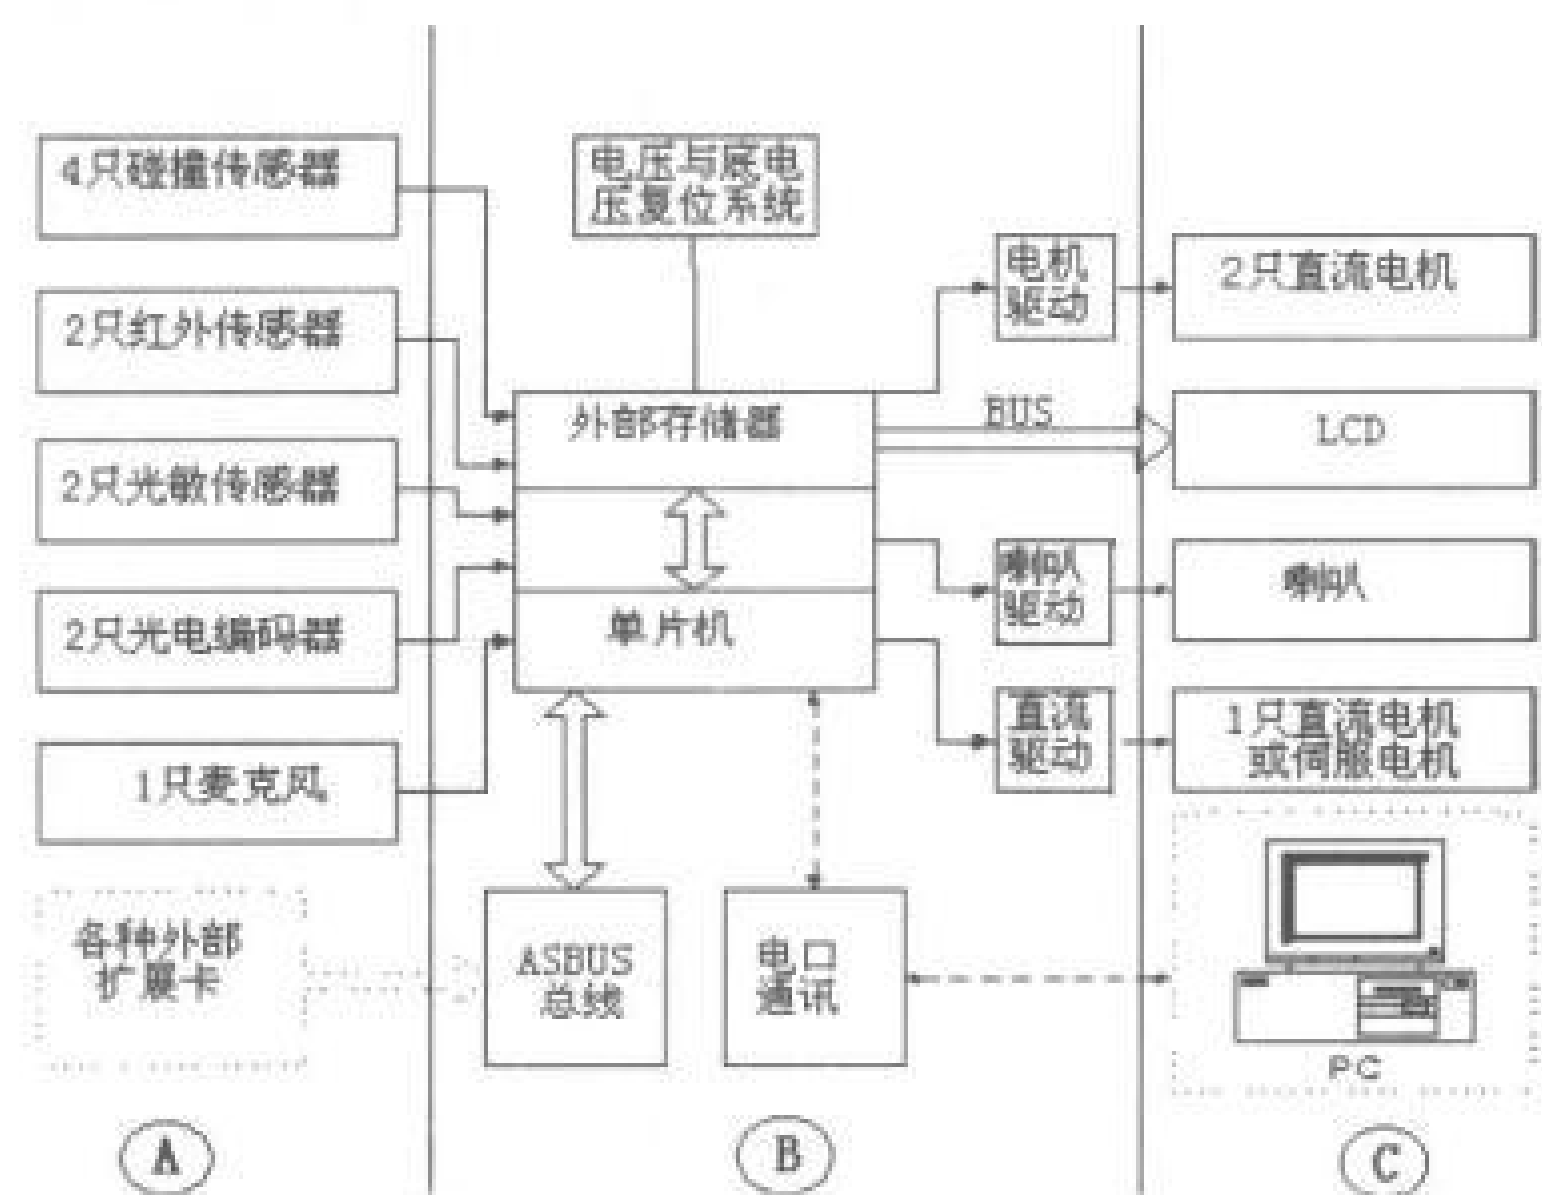

图 3.2 能力风暴个人机器人的“大脑”结构图
能力风暴个人机器人的“大脑”结构如图 3.2 所示。
由图 3.2 我们看到,机器人的“大脑”结构分为 3 个部分,下面我们按照从左到右的顺序来看一下这张“大脑”结构图。
首先我们看一下如图 3.2 所示的左侧部分①。
(1) 信息获取部分。在如图 3.2 所示的左侧部分①,看到了我们已经比较熟悉的
(2) 信息的加工与处理部分。在如图3.2所示的中间部分②，就是能力风暴个人机器人的微控制器，它是机器人“思考”问题的“大脑”。机器人通过微控制器对获取的信息进行加工、处理，并作出决策。机器人的决策能力是我们通过JC与机器人进行交流的结果。当我们为提高机器人的感知能力而增加传感器时，你可能会担心机器人控制板的功能是否够用。请你放心，能力风暴个人机器人有一个功能非常强大的硬件扩展总线ASBUS，在如图3.2所示中间部分②的下面。通过这个硬件扩展总线我们可以非常方便地扩展控制板的功能，满足机器人的任务需要。
(3) 动作反应部分。在如图3.2所示的右侧部分③，有两只直流电机，一块LCD显示屏和一只喇叭，这些是能力风暴个人机器人的执行器，它是机器人做出反映的执行机构。机器人的“大脑”根据任务需要，作出决策，驱动执行机构完成任务。